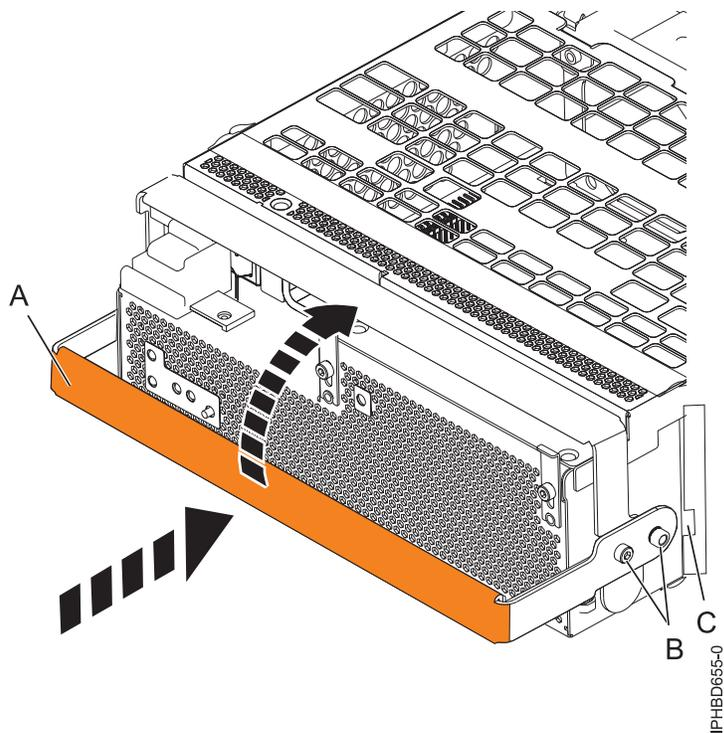

Figura 83. Sustitución de una fuente de alimentación
11. Para sustituir la fuente de alimentación, con el asa de bloqueo (A) en posición abierta, empuje la fuente de alimentación hacia la unidad de expansión, según se muestra en Figura 83 en la página 112.
12. Cierre el asa de bloqueo (A) hasta que la fuente de alimentación quede bloqueada en su sitio.